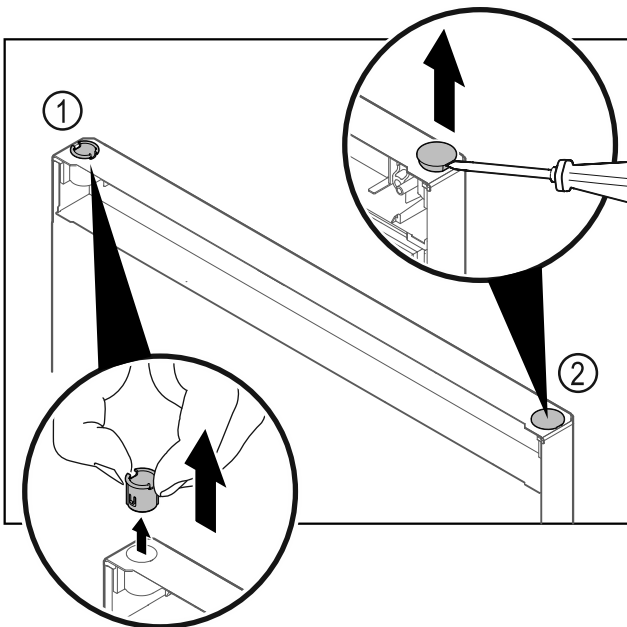

Fig. 21 Врата на хладилната част
- ▶ Изтеглете с пръсти втулката на пантата Fig. 21 (1).
- ▶ С плоска отвертка внимателно повдигнете покриващата тапа Fig. 21 (2) и я извадете.